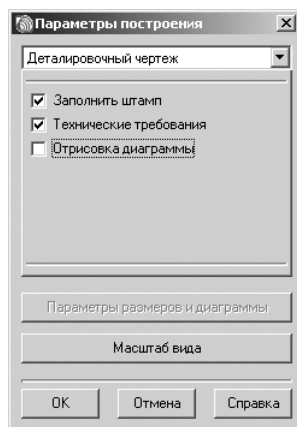

Рис. 4.79. Диалоговое окно **Параметры построения** с типом чертежа – **Деталировочный чертеж**
- щелкните в главном окне системы **Проектирование конических и фасонных пружин** (см. рис. 4.78) по кнопке **Построение**. Появится диалоговое окно **Параметры построения** с типом чертежа – **Деталировочный чертеж** по умолчанию, см. рис. 4.79;